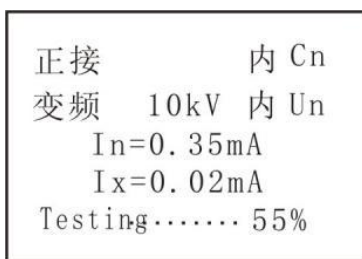

图 23 测量过程中
4、测试：当光标在启动位置时，按“**确定**”键并保持大约 5 秒钟，当声光报警出现后，松开“**确定**”，测试加压过程启动开始。测试过程中显示的画面如图 23 所示，当下面的进程到 100%时候测试完毕，然后显示测量结果见图 24 所示，此时光标指示“print”（打印）图标，按“**确定**”键打印报告，打印结果如图 25。如果选择“Quit”（退出），返回主菜单。